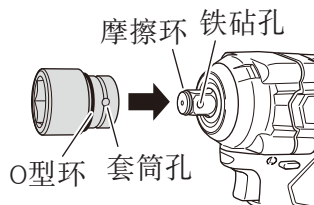

图9
(1) 将O型环滑出凹槽，将套筒孔与铁砧孔对齐，将铁砧插入套筒。（图9）